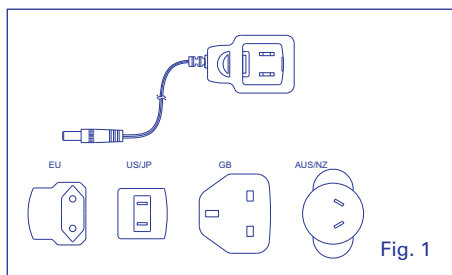
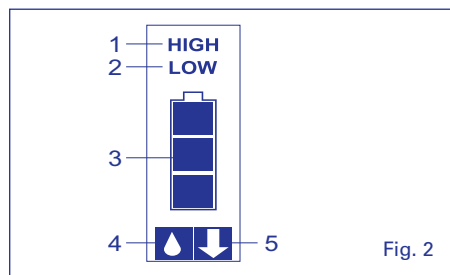

Fig. 1
Fig. 2
- Plug the charger after fitting the correct wall adapter (Fig 1) into a suitable power outlet. Battery charging is indicated with three light bars (Fig. 2).
Speed and mode selection (Fig. 2)
- Ladegerät nach Wahl des richtigen Netzteils (Abb. 1) in die Wandsteckdose stecken. Die Ladeanzeige der Batterien wird durch drei Leuchtbalken angegeben (Abb. 2).
Wahl Arbeitsgeschwindigkeit und Funktionsauswahl-Schiebeschalter (Abb. 2)
- Brancher le chargeur à une prise murale, après sélection de la prise souhaitée (Fig 1). La charge est visible grâce à trois indicateurs (Fig. 2)
Sélecteur de vitesse et mode (Fig. 2)